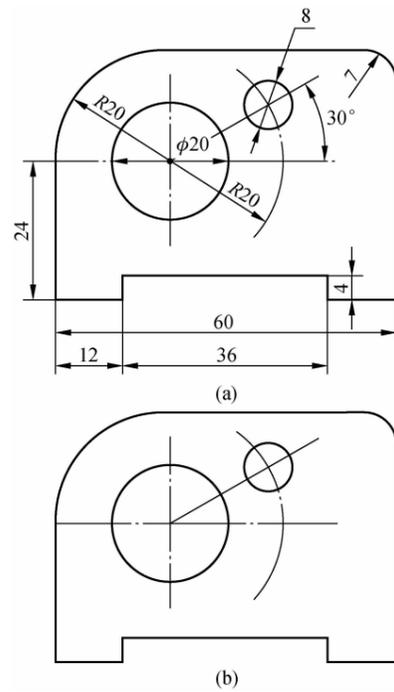

图 1-1-3
1. 找出图 1-1-3(a)中尺寸注法的错误,并在图 1-1-3(b)中标注正确的尺寸。(5 分)